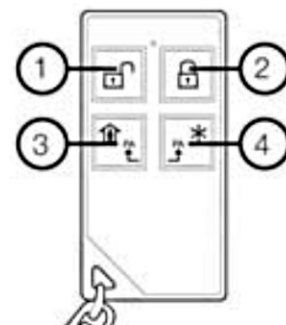

Рисунок 48. Кнопки брелока FW2-RMT-8F
2. Брелок – сначала удалить предыдущую регистрацию одновременным нажатием кнопок ② и ③ (см. рисунок 48).